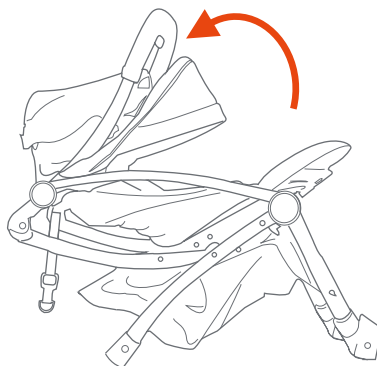

Fig. 1b
- Abra a estrutura do carrinho, puxando o guiador para trás (Fig. 1b).